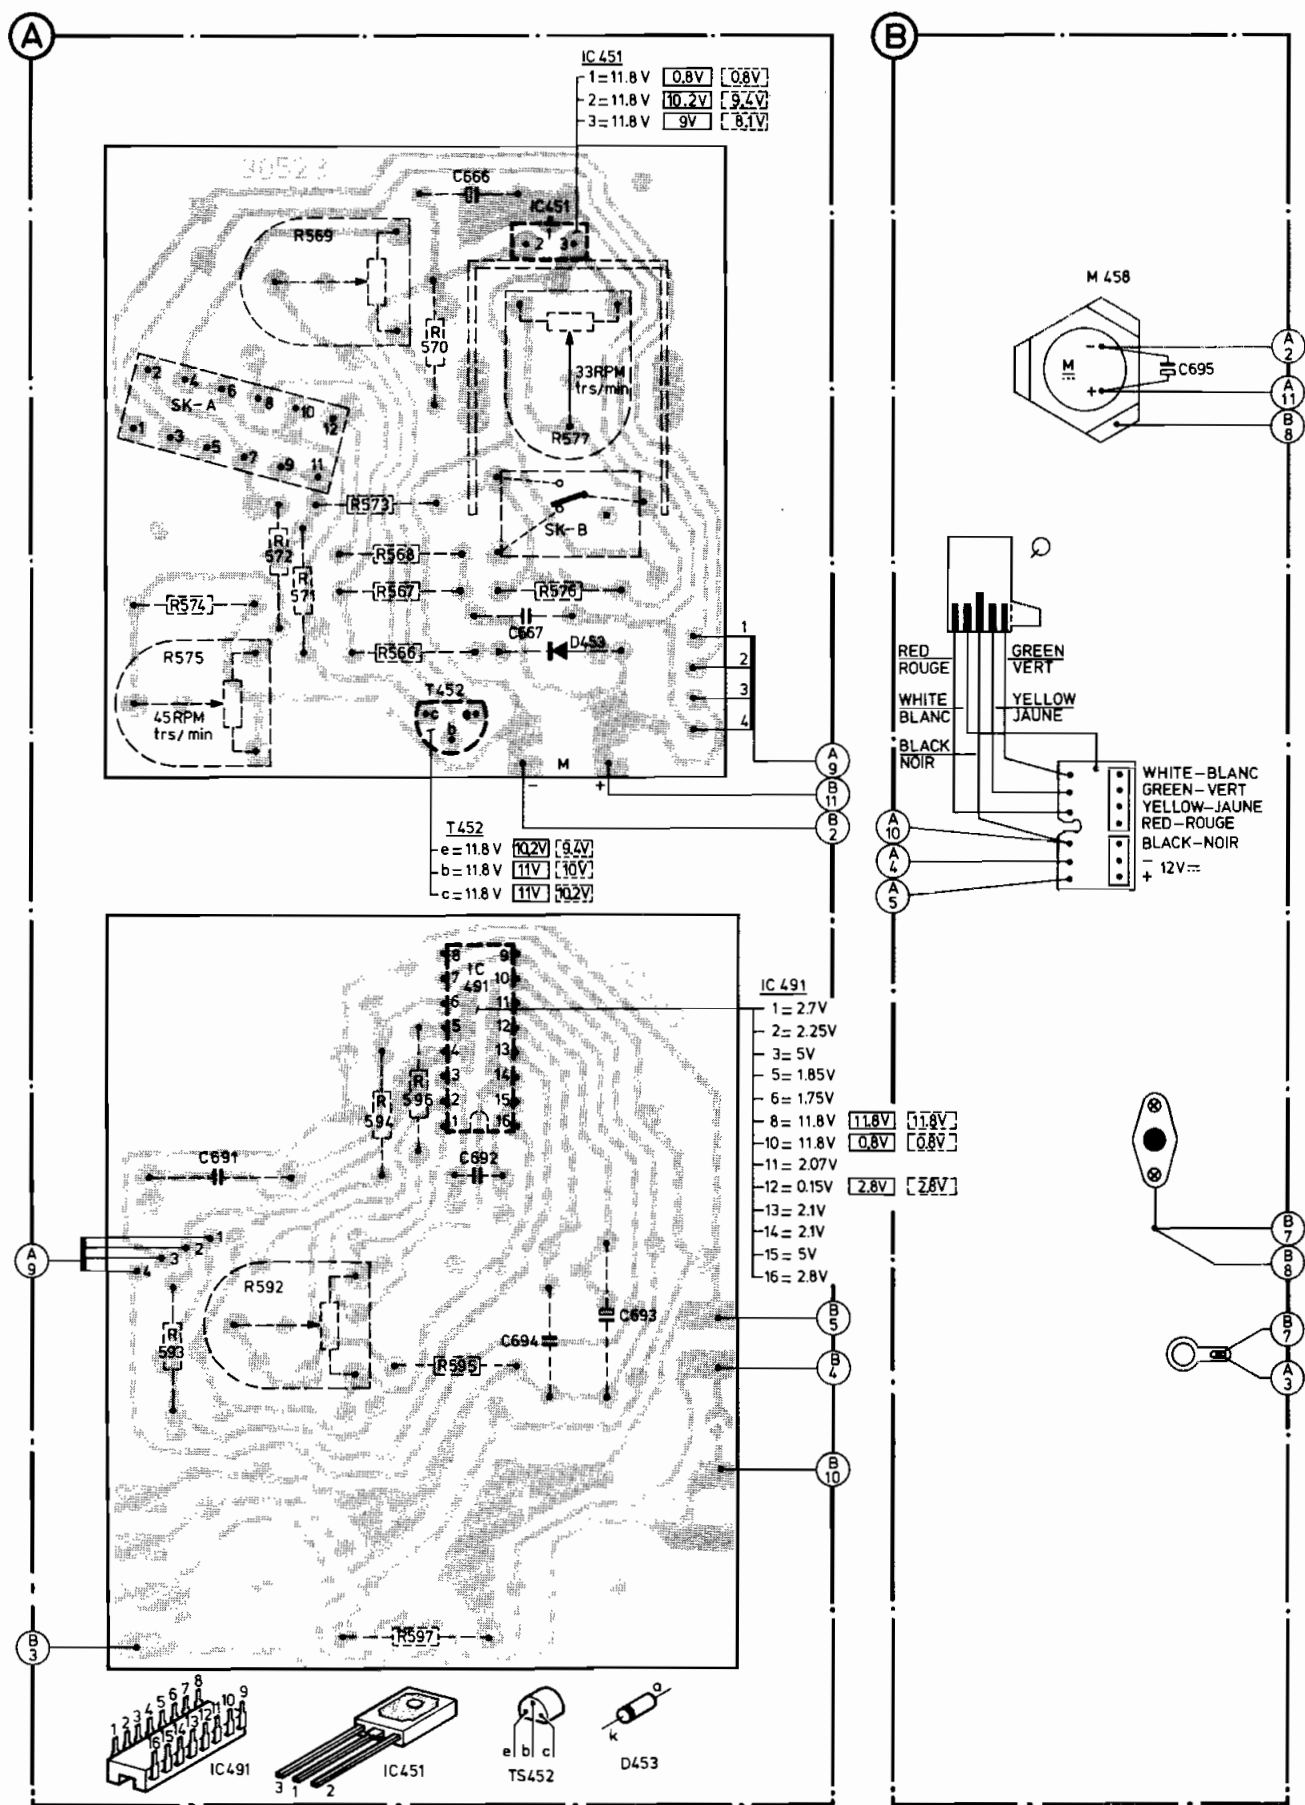

Fig. 8
C. Mit R592 die Spannung, die an Punkt 4 der IC491 gemessen wurde, auf 0,85 V einstellen (Figs. 8,9). Danach mit Test-Schallplatte 4822 397 30019 die Arretierung kontrollieren.
C. Con R592 regolare la tensione misurata sul punto 4 dell'IC491 su di 0,85 V (Fig. 8,9). Quindi controllare il fermo automatico con il disco di prova 4822 397 30019.
C. Justera med R592 så att spänningen på stift IC491 är 0,85 V (Fig. 8,9).